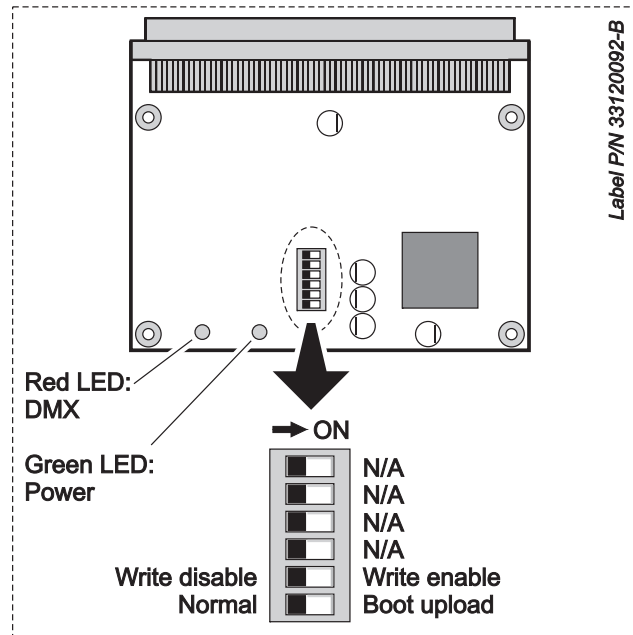

Bild 21: Hauptplatine und Dipschalter
3. Siehe Bild 21. Schalten Sie den Schalter 6 des 6fach-Dipschalters auf der Platine **AN** (Bootmode-Upload möglich).